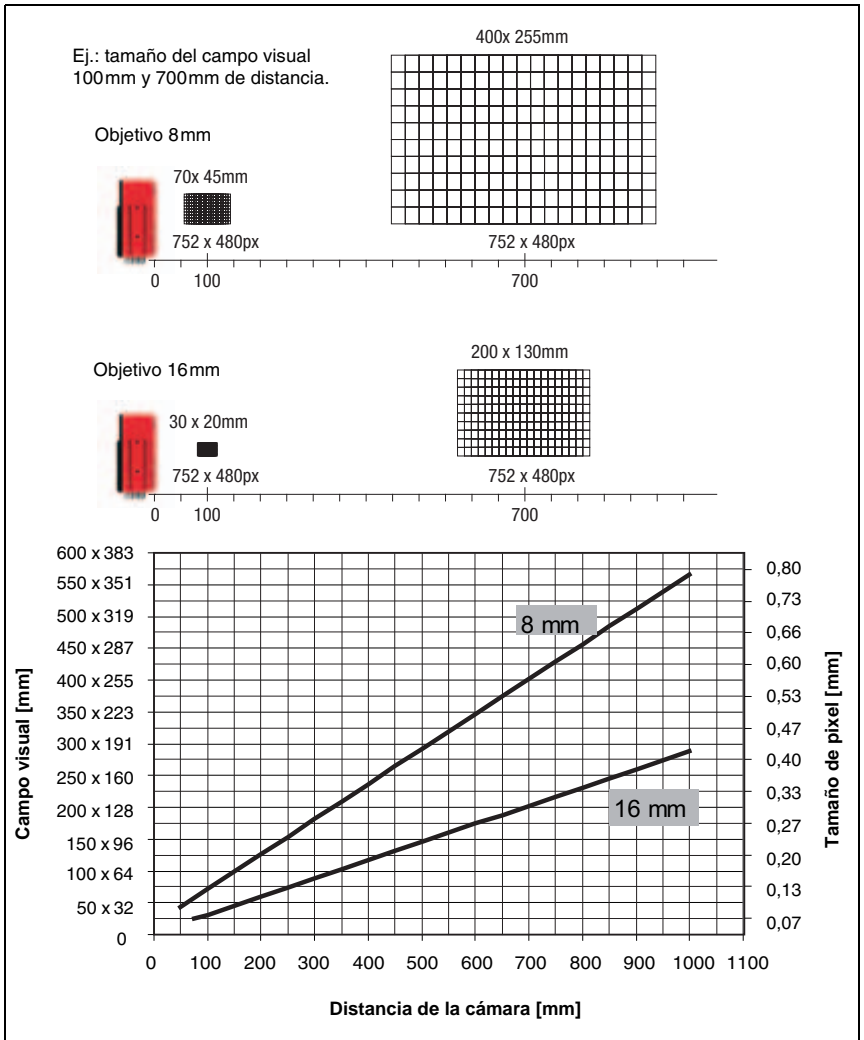

Figura 4.6: Distancia de la cámara / Campo visual
- La distancia de la cámara resultante del respectivo campo visual (vea figura 4.6 en la página 19).
En la figura 4.6 se representa la relación elemental entre la distancia de la cámara y el campo visual resultante.